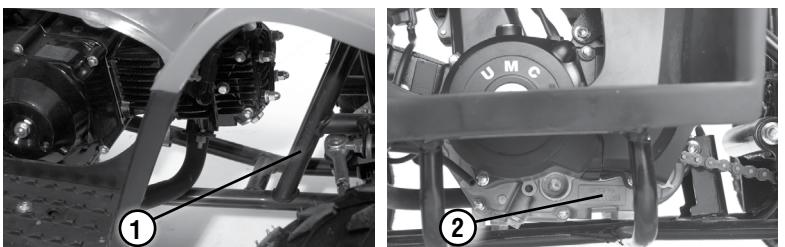

Рис. 1 Расположение номеров рамы и двигателя
- 2 Соответствие номеров рамы и двигателя на мотовездеходе с занесенными в раздел 6 (информация об изделии) «Сервисной книжки». Номер рамы отштампован на правой передней трубе, перед двигателем (рис. 1,поз. 1); серийный номер двигателя отштампован на левой стороне нижней части картера двигателя (рис. 1, поз. 2).